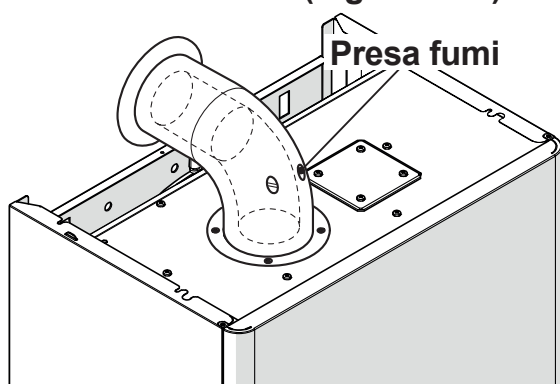

Figura 11.5
**Riempire il sifone scarico condensa con circa mezzo litro d'acqua per evitare che alla prima accensione esca fumo. Per questa operazione si può usare la presa fumi posta sullo scarico fumi (Figura 11.5).**